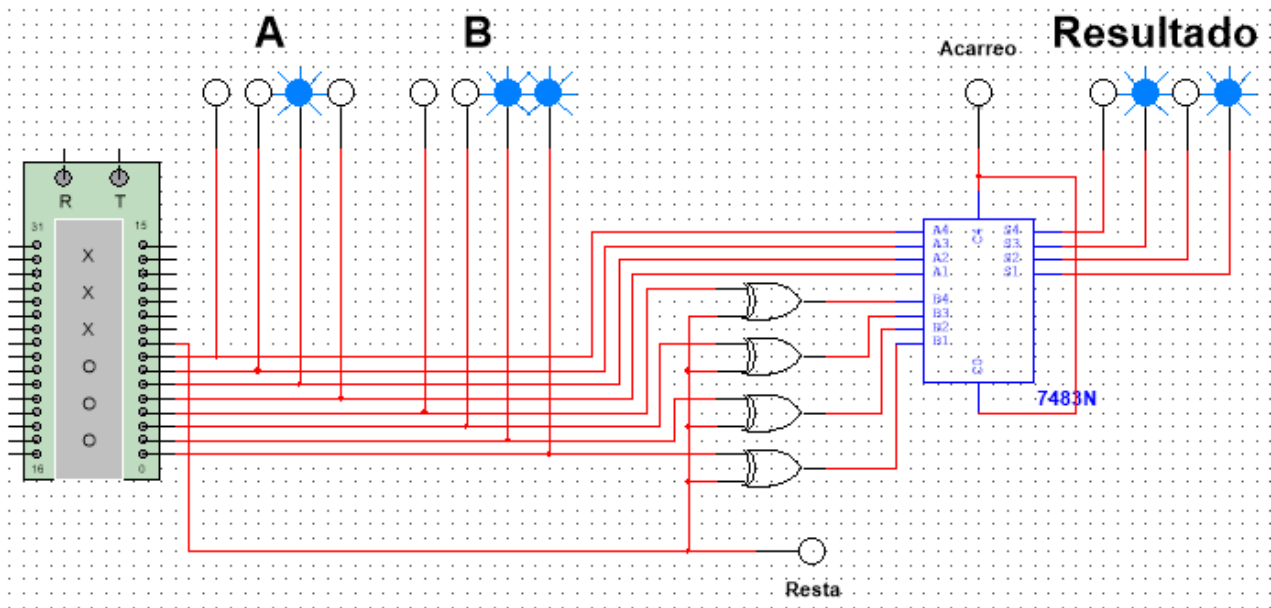

Figura 1
- 2) Modifique el circuito de la *Figura 1* para obtener un sumador/restador en Ca2. Esto se consigue con una pequeña modificación del circuito que realiza la suma/resta en Ca1. Realice el montaje incluyendo los elementos de prueba necesarios (Generador de Palabras, indicadores, etc.).